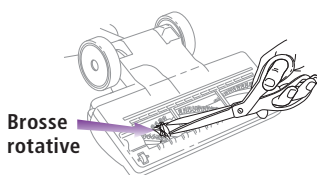

Fig. 27
- 2 Inspectez l'ouverture inférieure et la brosse rotative. S'il y a des débris accumulés, veuillez les enlever. Avec des ciseaux, coupez soigneusement tout débris enroulé autour de la brosse rotative. Évitez de couper et d'endommager les soies de la brosse. (Fig. 27)